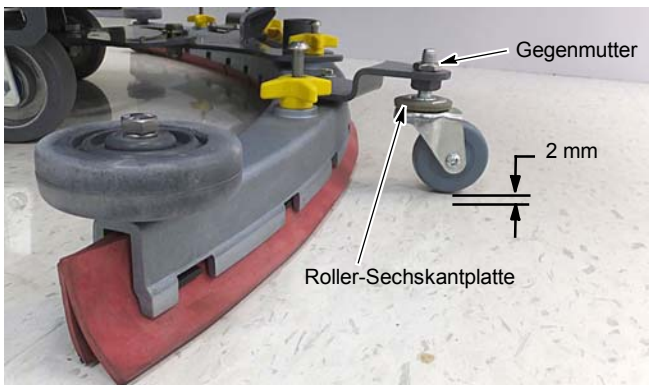

ABB. 8
- Um die Gummidurchbiegung anzupassen, lösen Sie die Gegenmutter und drehen Sie die Roller-Sechskantplatte, bis es einen Abstand von 2 mm zwischen dem Roller und dem Boden gibt. Ziehen Sie die Gegenmutter wieder an und wiederholen Sie diesen Schritt für die anderen Rollen (Abbildung 8).